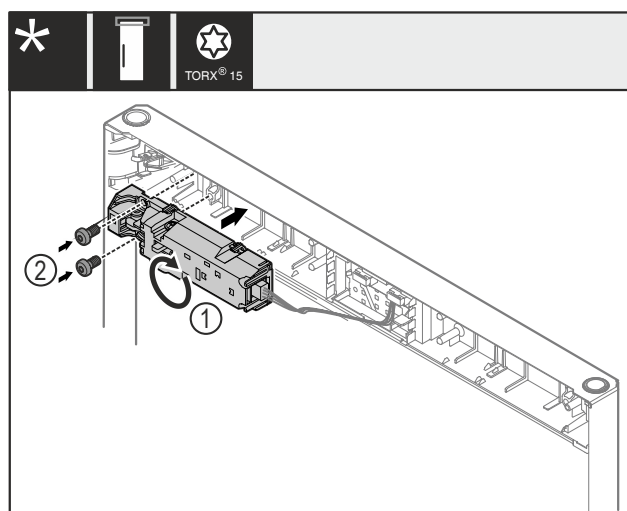

Fig. 24
- Daljinsko ključavnico Fig. 24 (1) obrnite za 180° in jo montirajte na nasprotno stran.
- Pritrdite oddaljeno ključavnico Fig. 24 (1) z vijaki Fig. 24 (2).